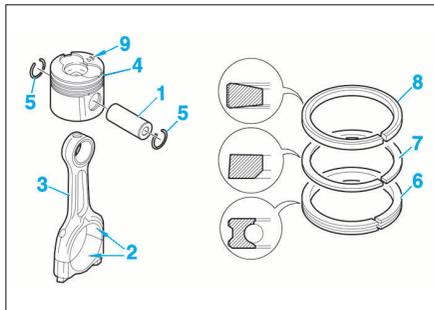

FIG. 100
- Effectuer l'assemblage de chaque ensemble bielle-piston, en huilant les axes (1) et les demi-coussinets (2) dans la tête de bielle (3). Utiliser des joncs d'arrêt neufs (5) (Fig.100).
- Monter les segments huilés sur les pistons en commençant par le segment racleur (6) puis celui d'étanchéité (7) et enfin le segment coup de feu (8) en plaçant les marquages " Top " vers la tête du piston. Tiercer les segments à 120°, en les décalant par rapport à l'axe de piston et à la coupe du segment racleur (Fig.100)